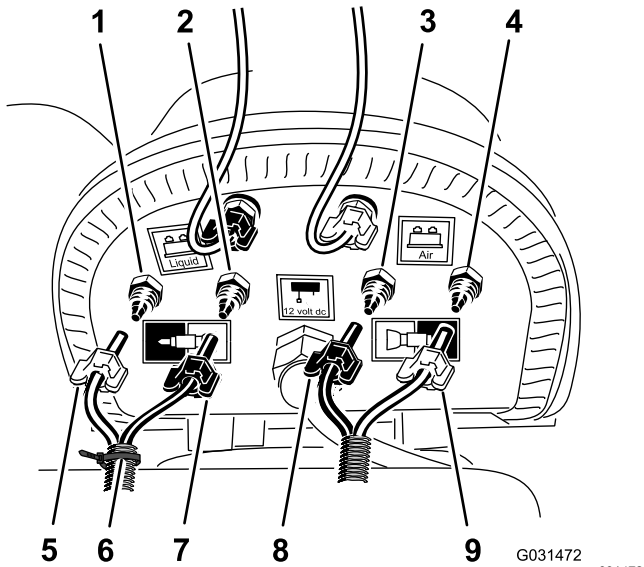

图8
1. 在用于泡沫标记组件的压缩机接线面板上将扎带环绕固定到右喷洒臂段的透明和蓝色管子上图8。
2. 松开左、右喷洒段上泡沫喷嘴的 2 个透明和 2 个蓝色管子的压紧螺母图8。
3. 从喷洒臂段的压紧接头上拆下 4 根管子图8。